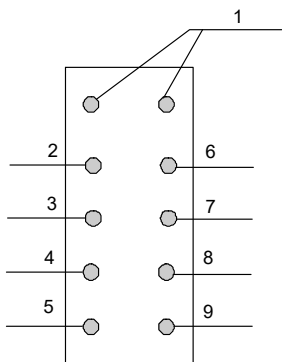

Рисунок 2. Светодиоды на передней панели терминала
2.1.8.2 Светодиоды на передней панели терминала для каждой канальной платы имеют различное назначение для аналогового и цифрового вариантов (см. рисунок 2).